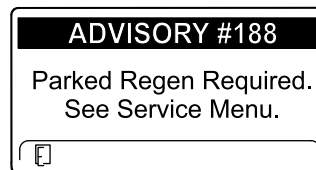

Bild 46
- Eine geparkte Regenerierung ist erforderlich, ADVISORY #188 (Bild 46)